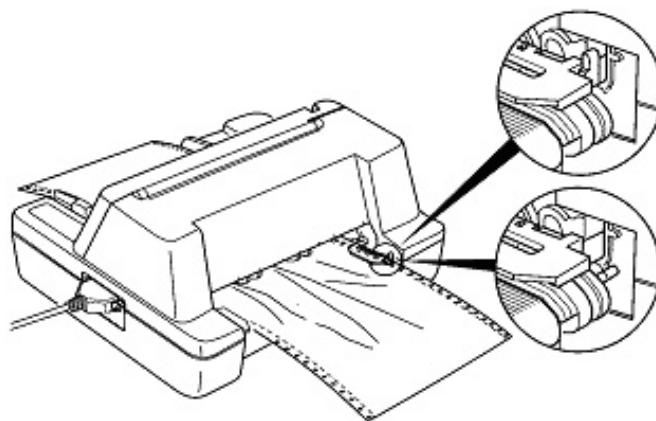

图 3-9 调整牵引器位置
6. 如纸张皱折，请修正右边锁定杆于正确位置（如图 3-9 所示）。